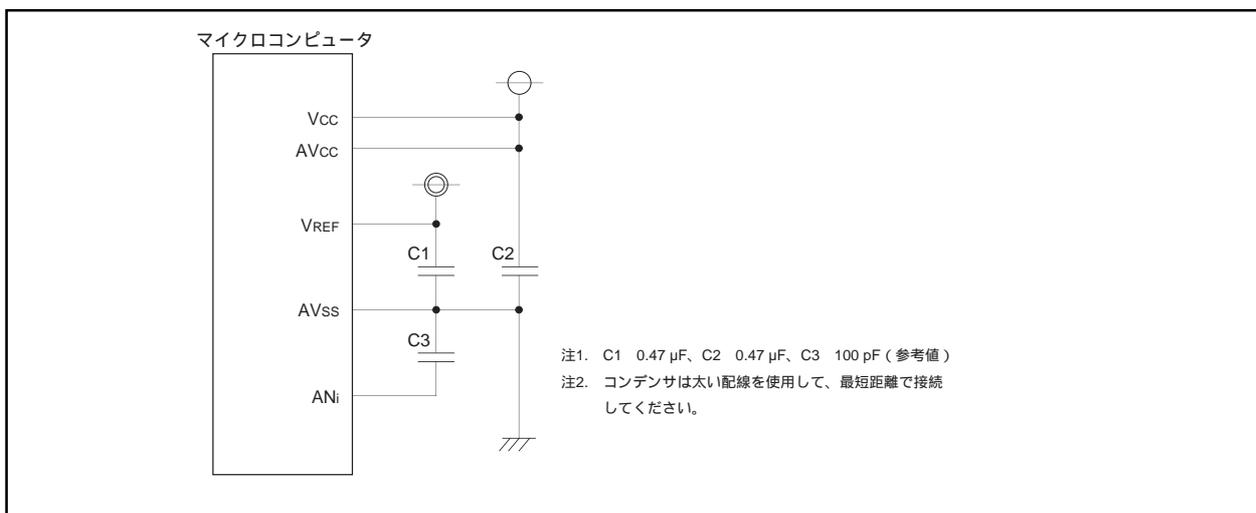

図2.8.16. 各端子の処理例
- (2) ノイズによる変換誤差を低減するため、AVCC端子とVREF端子に印加する電圧は別電源から供給してください。また、AVCC端子、VREF端子、およびアナログ入力端子(ANi)とAVSS端子の間には、それぞれコンデンサを接続してください。図2.8.16に各端子の処理例を示します。